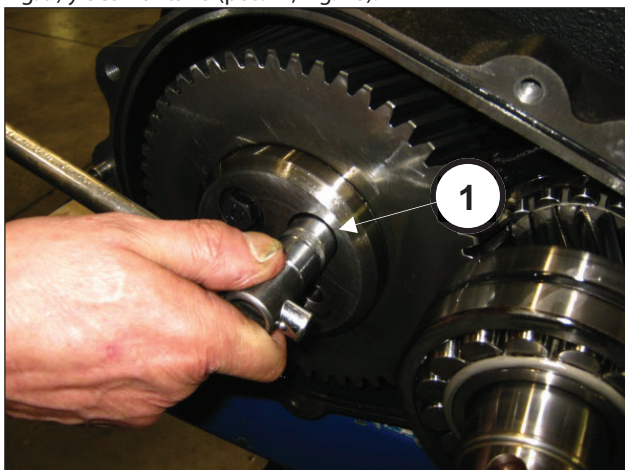
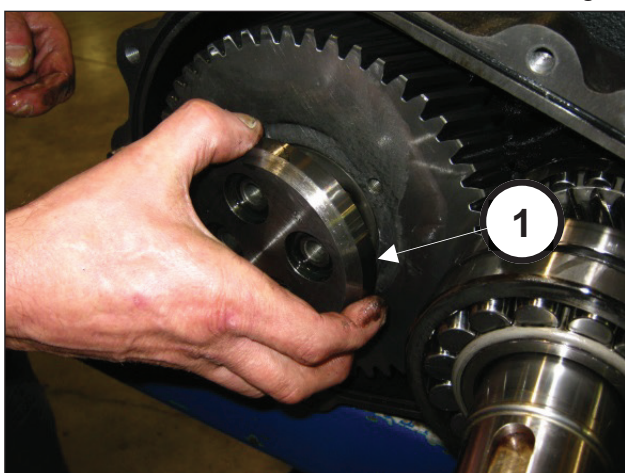

Fig. 9
Fig. 10
Aflojar los tornillos que fijan el tope de la corona (pos. ①, Fig. 9) y desmontarlo (pos. ①, Fig. 10).